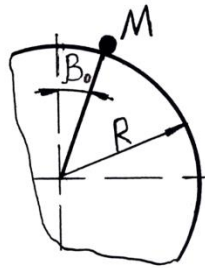

Рис. 1.2
1.20. Частка масою m починає рух у точці M при куті β_0 та ковзає по нерухомій циліндричній поверхні радіуса R (рис.1.2). Коефіцієнт тертя між часткою та циліндром f . Скласти диференціальне рівняння руху частки. Визначити кут β_k , при якому частка відривається від поверхні, та швидкість частки v_k в момент відриву.